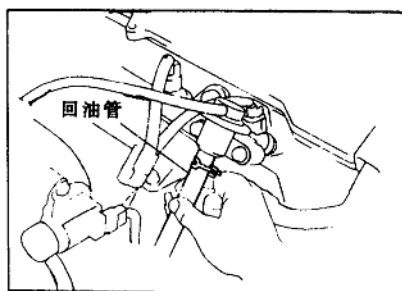

图 1-19
- ③将燃油回油软管捏紧,油管中的油压会上升至 392kPa,此时检查燃油系统,任何地方都不能有燃油泄漏(图 1-19)。